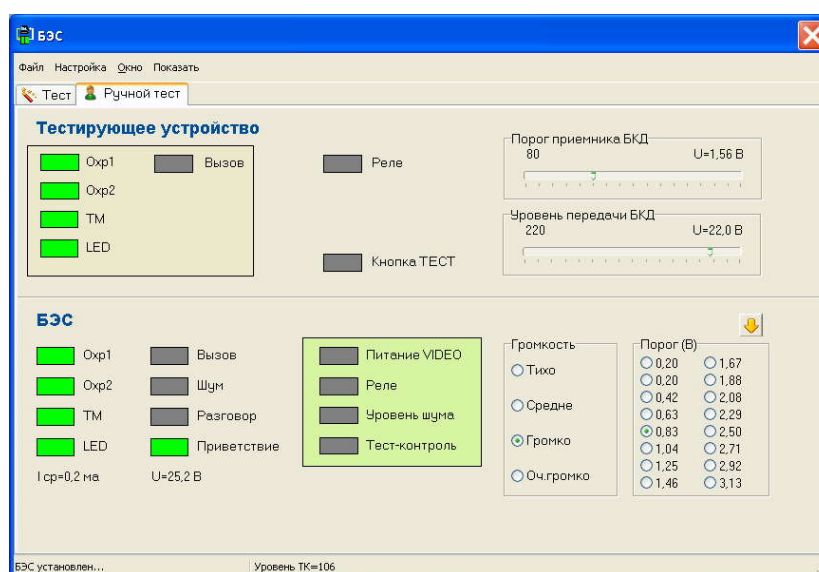

Рисунок 87 – Вкладка “Ручной тест”.
- 1.12. Для проверки отдельных сигналов следует в окне **БЭС** перейти на вкладку **Ручной тест** (Рисунок 87).